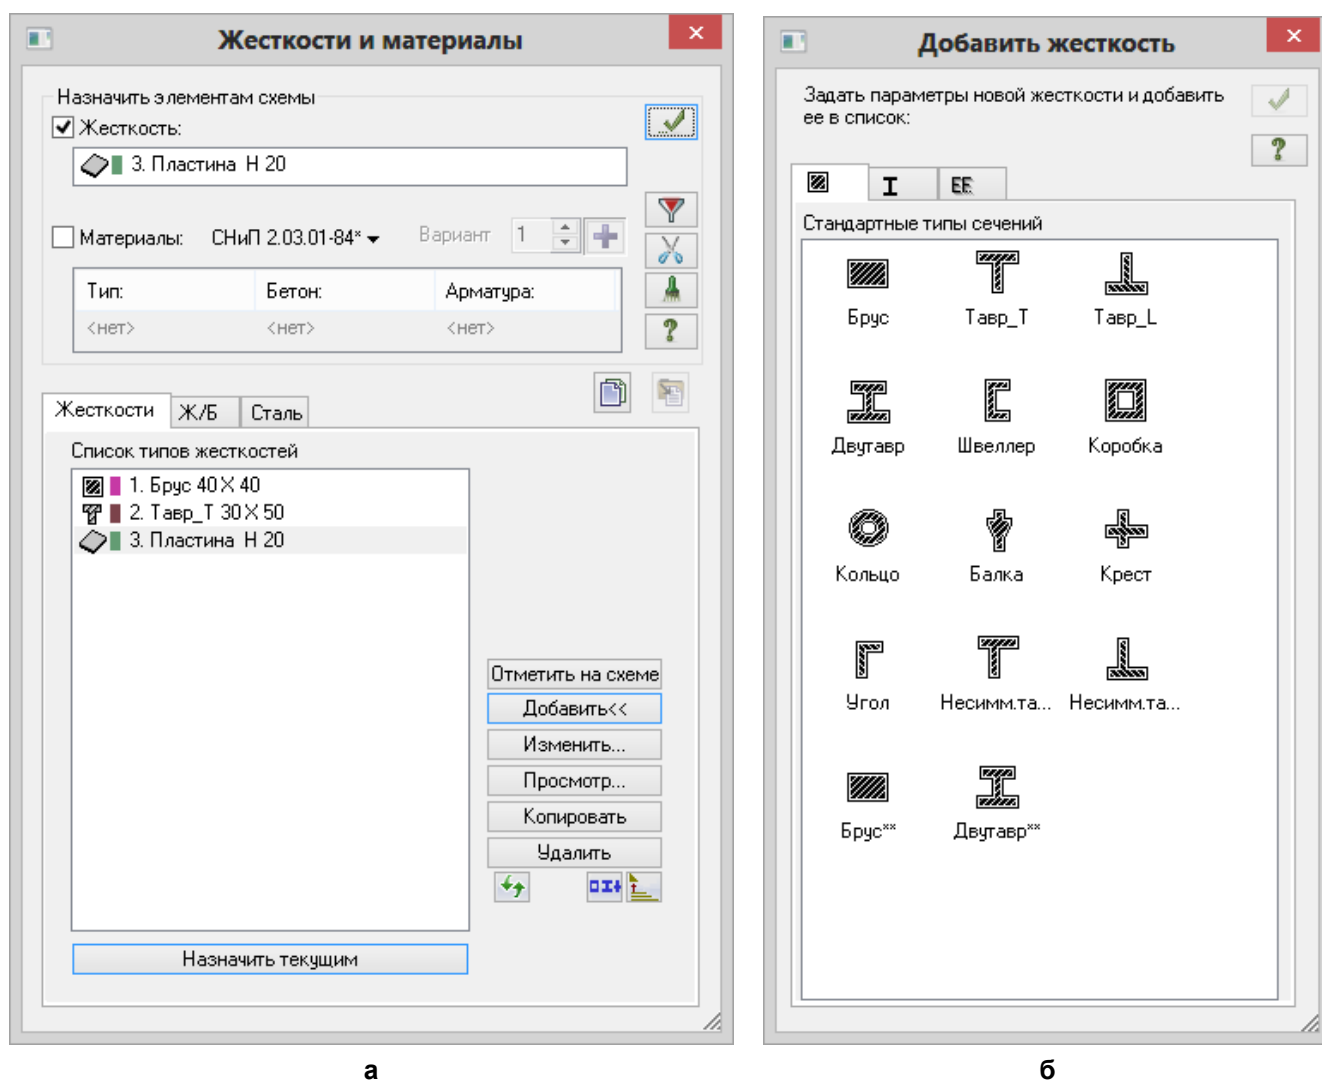

Рис.7.5. Диалоговые окна: а – Жесткости и материалы, б – Добавить жесткость
- Щелчком по кнопке  – **Жесткости и материалы** (панель **Жесткости и связи** на вкладке **Создание и редактирование**) вызовите диалоговое окно **Жесткости и материалы** (рис.7.5,а).
- В этом окне щелчком по кнопке **Добавить** вызовите диалоговое окно **Добавить жесткость**, для того чтобы вывести список стандартных типов сечений (рис. 7.5,б).